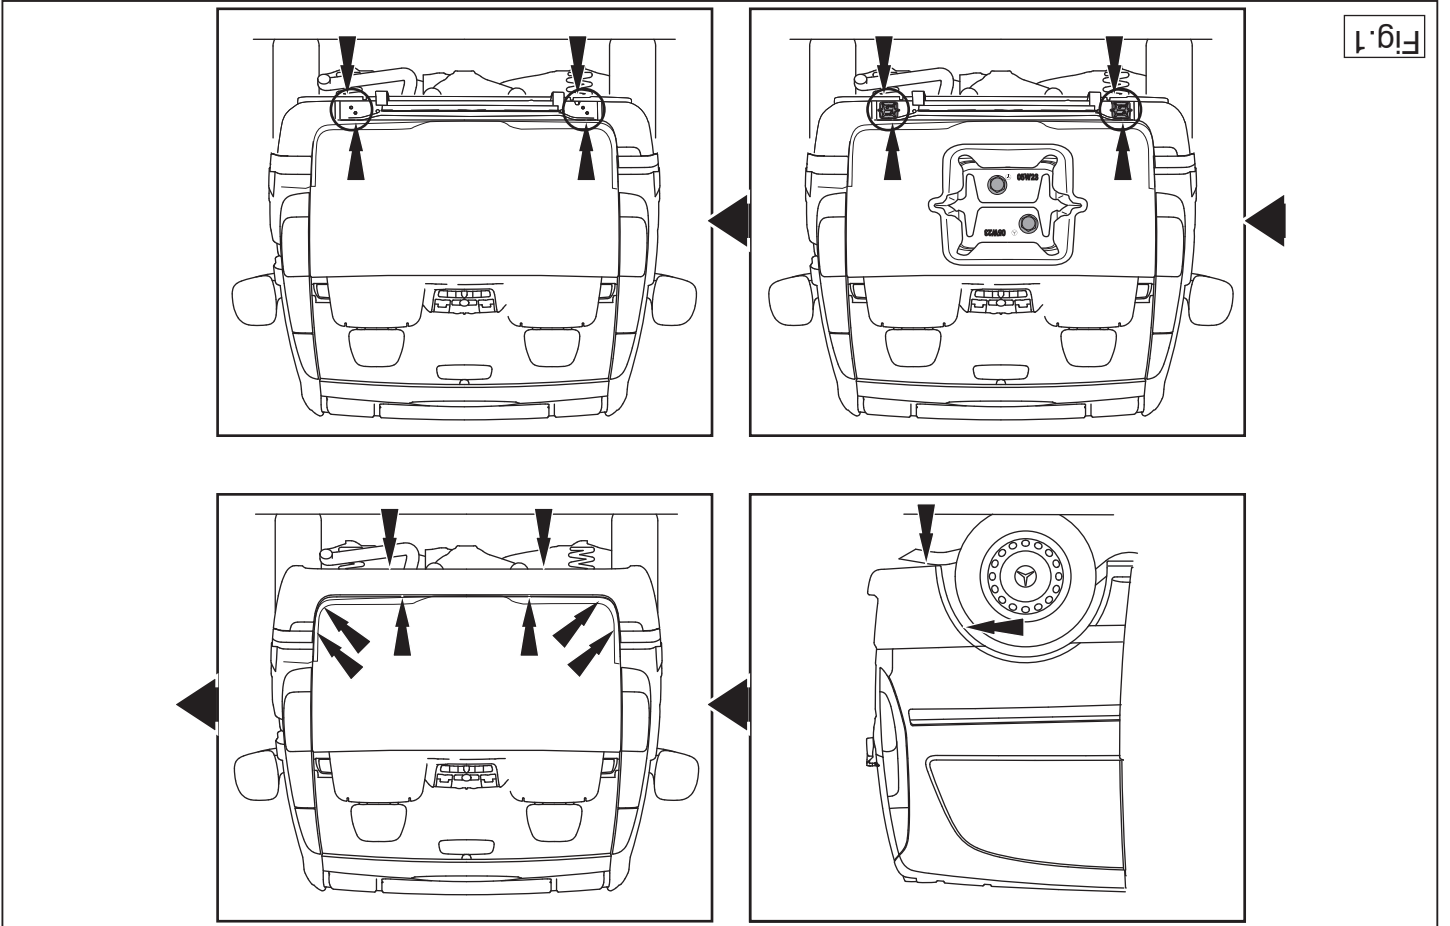

Fig. 1
2. Remove the bumper (See figure 1).
4. Dismount the metal cover panels LH and RH side in the position of the frame members. These are fixed with 4 bolts. The cover panels will no longer be used (See figure 1).
2. Démontez le pare-chocs (Voir la figure 1).
4. Démontez les panneaux de couverture métallique à gauche et à droite au niveau des longerons du châssis. Ils sont fixés avec 4 boulons. Remplacer les boulons. Les panneaux de couverture métallique ne sont pas remontés (Voir la figure 1).
2. Die Stoßstange abmontieren (Siehe Abbildung 1).
4. Die Metallabdeckklappen links und rechts im Bereich des Chassisrahmen demontieren. Diese sind mit 4 Schrauben befestigt. Die Schrauben wieder anbringen. Die Abdeckklappen werden nicht mehr benötigt (Siehe Abbildung 1).
2. Demonter kofangeren (Se fig. 1).